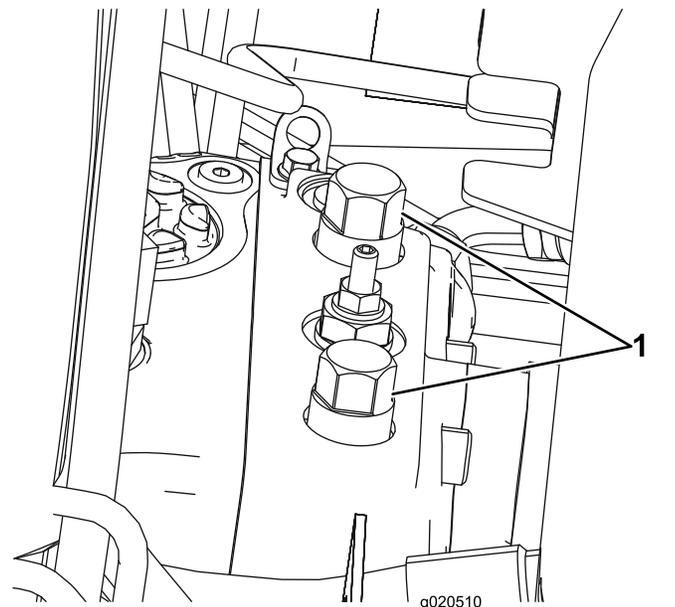

Bild 44
1. Öffnen Sie die Motorhaube und ermitteln Sie die Sicherheitsventile (Bild 44), die sich oben an der Pumpe hinter dem Batteriekasten bzw. Ablagefach befinden.